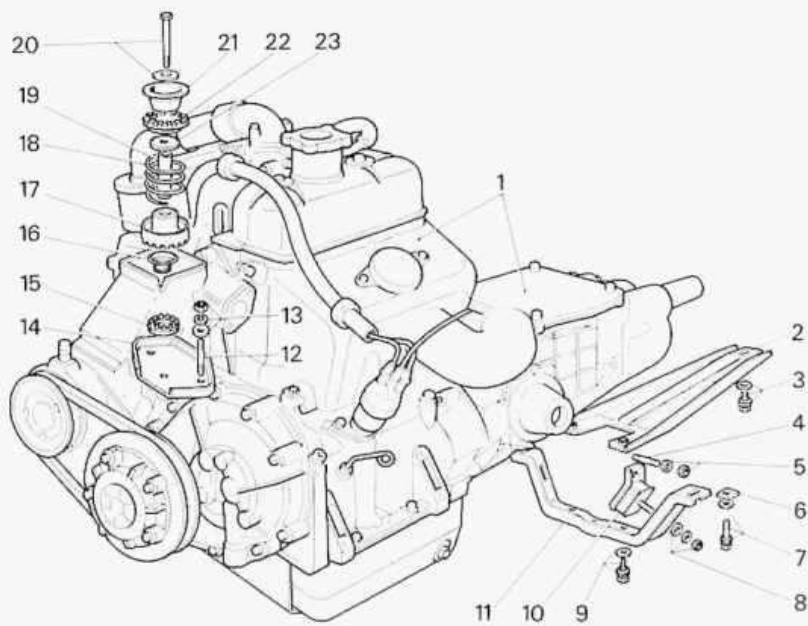

Bild 3 Motoraufhängung
- Muttern zur Befestigung der hinteren Stütztraverse am Unterboden abschrauben, dabei die Befestigung des Massekabels beachten, und Schrauben entnehmen (siehe dazu Bild 3).